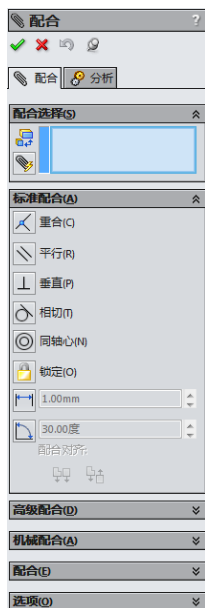

图 7-14 “配合”属性管理器
- 2. 设置配合类型。系统弹出如图 7-14 所示的“配合”属性管理器。在属性管理器中“配合选择”一栏中，选择要配合的实体，然后单击配合类型按钮，此时配合的类型出现在属性管理器的“配合”一栏中。